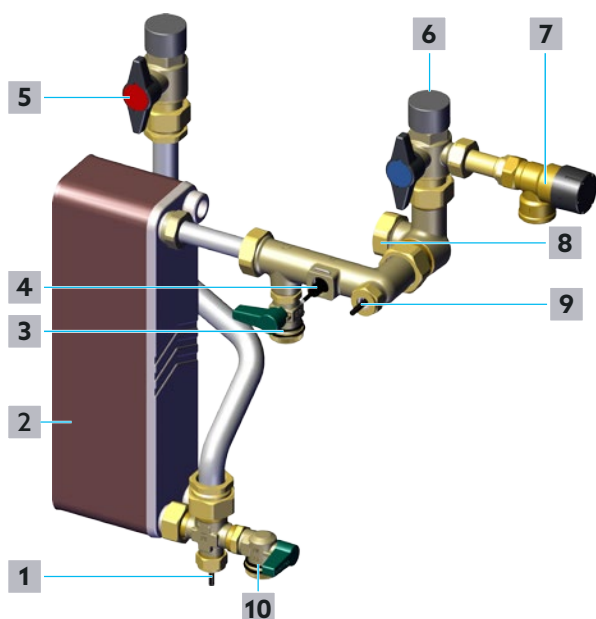

Fig. 19 - Riempimento e sfiato del circuito ACS
- 1 Aprire lentamente la valvola a sfera di chiusura dell'acqua potabile calda (vedere **5** in Fig. 19 a pagina 26 e **10** in Fig. 2 a pagina 12).
- 2 Aprire lentamente la valvola a sfera di chiusura dell'acqua potabile fredda (vedere **6** in Fig. 19 a pagina 26 e **11** in Fig. 2 a pagina 12).
- ▶ Se continuano ad essere presenti eventuali rumori prodotti da eventuali sacche d'aria all'interno del circuito dell'acqua potabile, aprire leggermente il rubinetto a sfera di carico e scarico della caldaia dell'acqua potabile calda fino a quando non fuoriesce solo acqua (vedere posizione **10** in Fig. 19 a pagina 26 e posizione **16** in Fig. 2 a pagina 12).